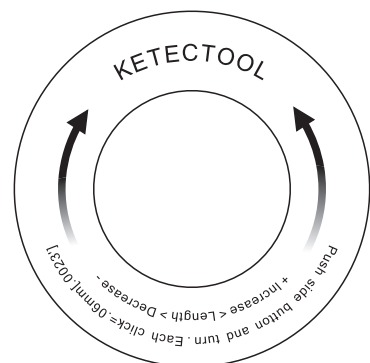

Рис.2
- Вариант 1:** при высокоточной настройке каждый шаг (клик) равен 0,06 мм (рис. 2)